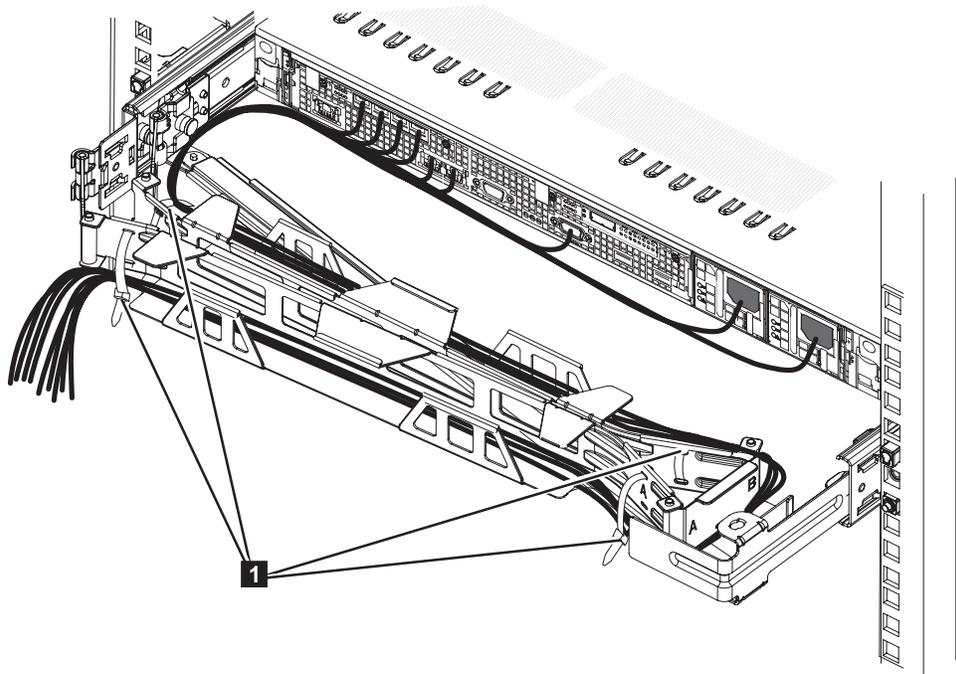

図10. SAN ボリューム・コントローラー 2145-CF8 ケーブル・マネジメント・アーム内のケーブル
- 30 ページの図 10 の **1** に示すように、ケーブルおよび電源コードをケーブル・マネジメント・アームから解放します。